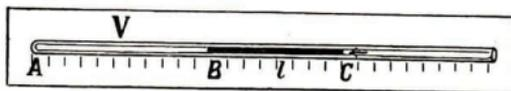

Abb. 145
3. Der Schüler benutze die Meldesche Kapillare (Abb. 145). Dies ist ein 1 m langes, einseitig geschlossenes Rohr, in dem eine Luftmenge V durch einen Quecksilberfaden von bestimmter Länge l abgeschlossen ist.